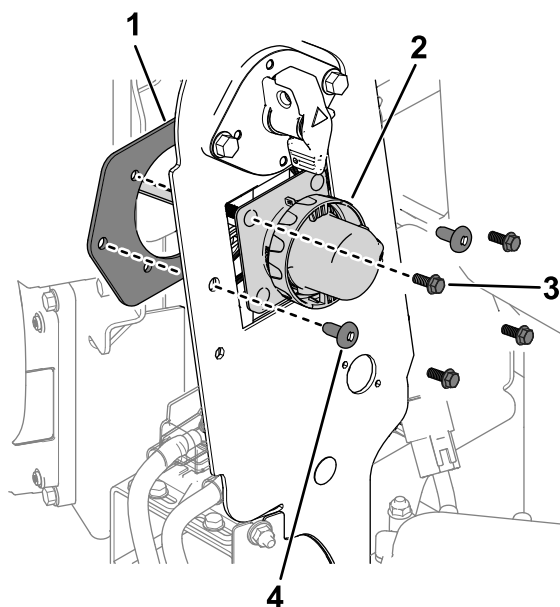

Figura 2
2. Îndepărtați componentele care fixează conectorul pentru încărcător și placa conectorului la panoul cadru (Figura 2).